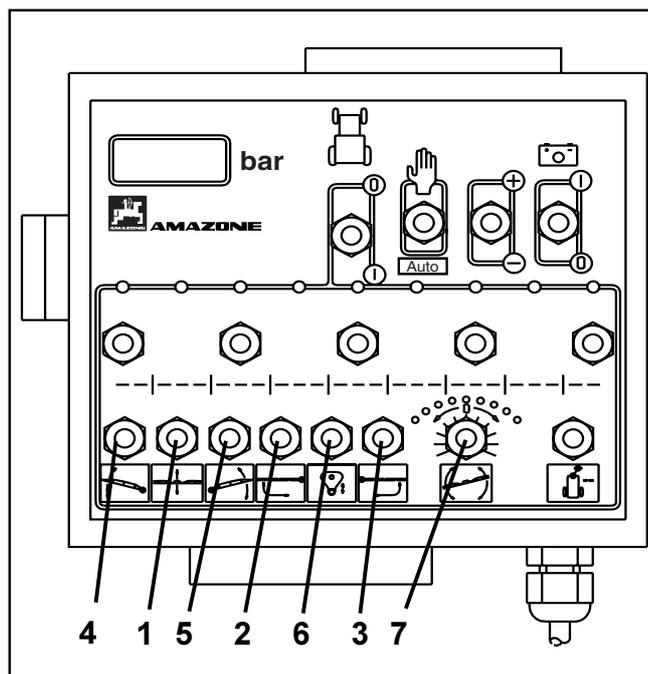

Fig. 8.28
- En actionnant l'interrupteur (fig. 8.28/1) correspondant à la fonction montée/descente hydraulique, montez la rampe à mi-hauteur.